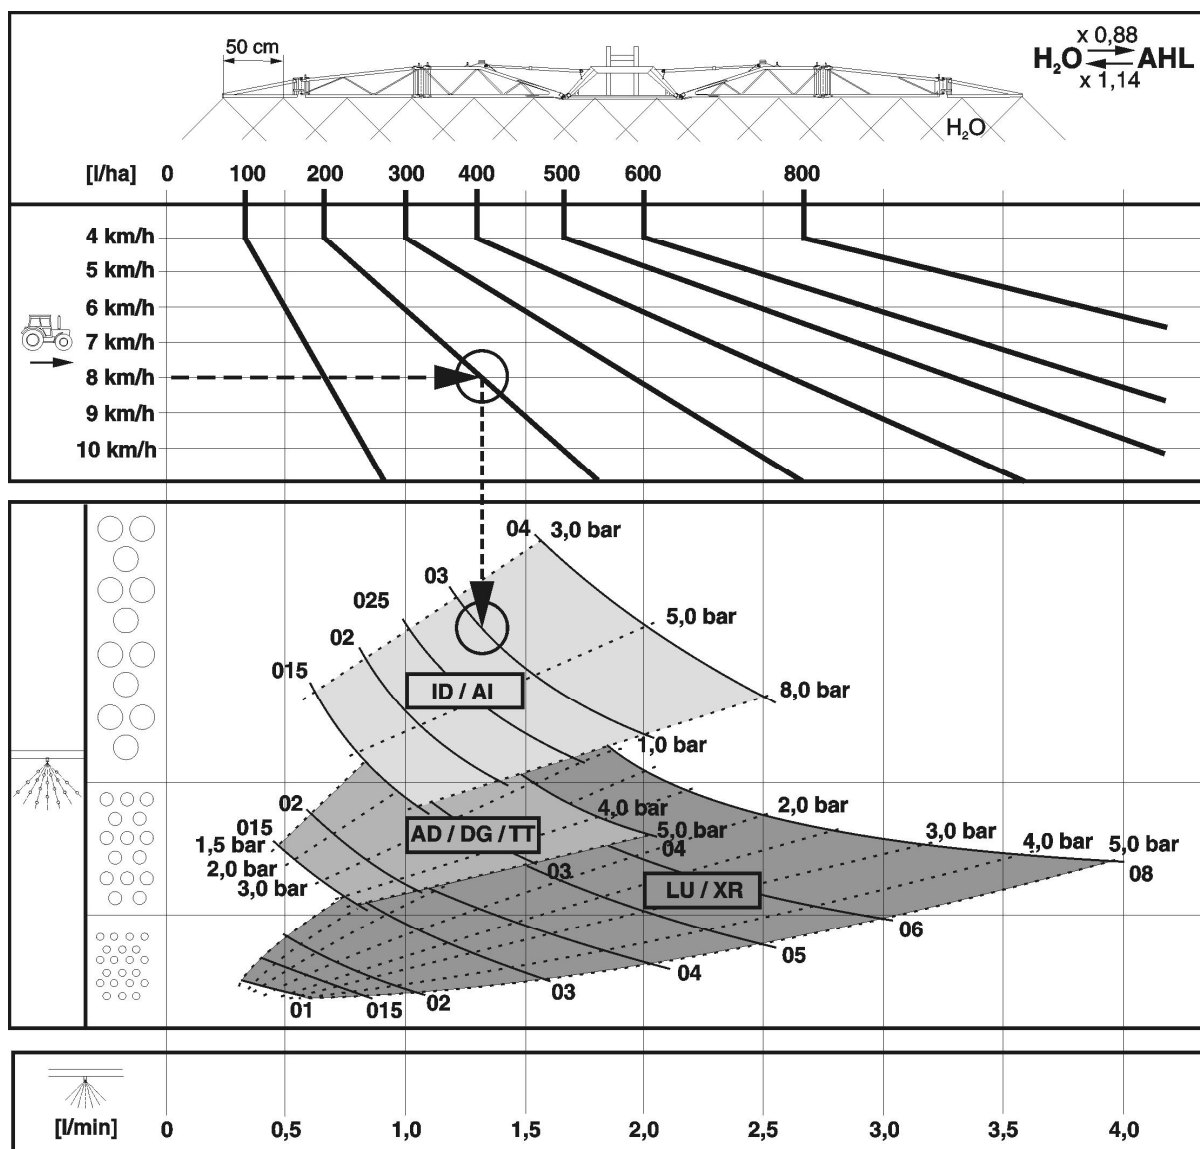

Bild 167
- Bild 167 används för val av lämplig munstyckstyp. Munstyckstyp bestäms av